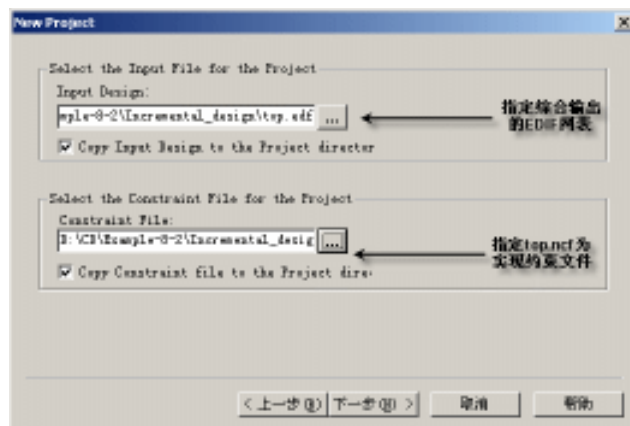

图8-29 指定 EDIF 网表和 ncf 约束文件
- (2) 单击 **下一步(N) >** 按钮，按图 8-29 所示指定综合输出的逻辑网表 top.edf 和传递的约束文件 top.ncf。